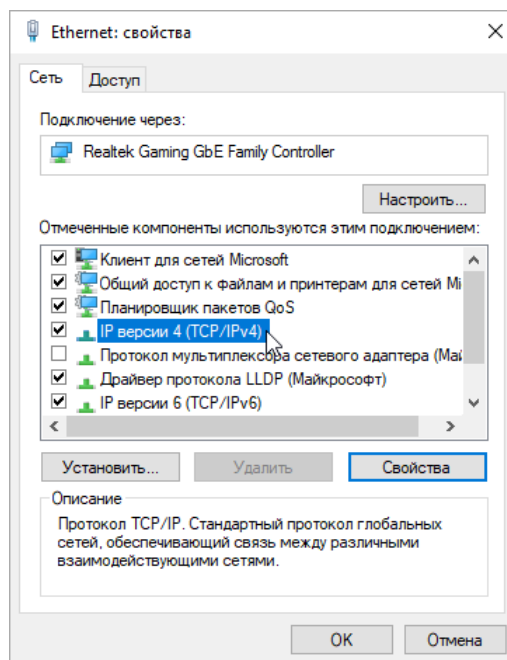

Рисунок 2.3
- 1) Нажмите кнопку  для отображения свойств соединения (см. рис. 2.3);